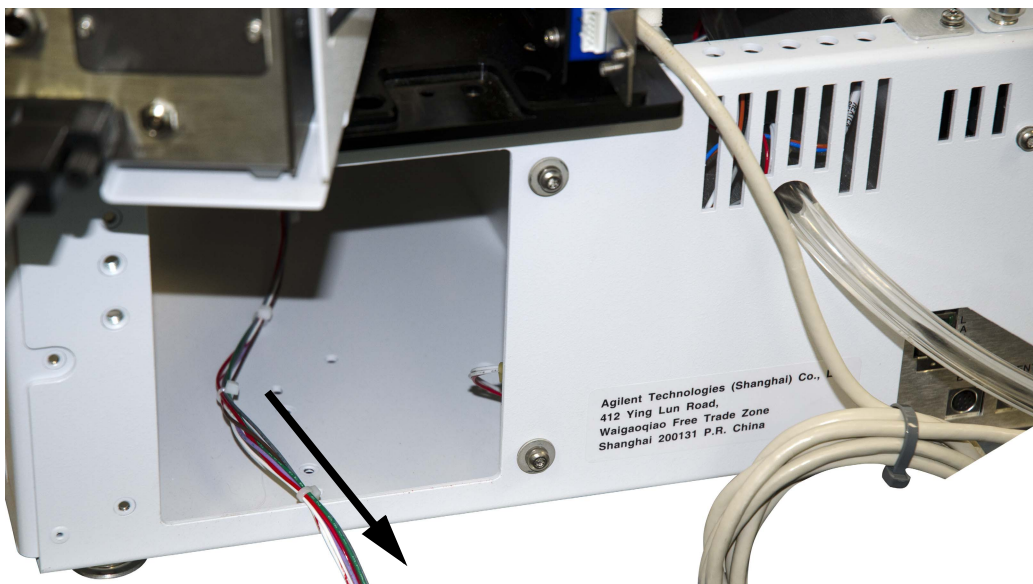

図 35 ワイヤハーネスを背面左の開口部から外に出す
- 4 ワイヤハーネスの端を背面左の開口部から外に出します (図 35)。